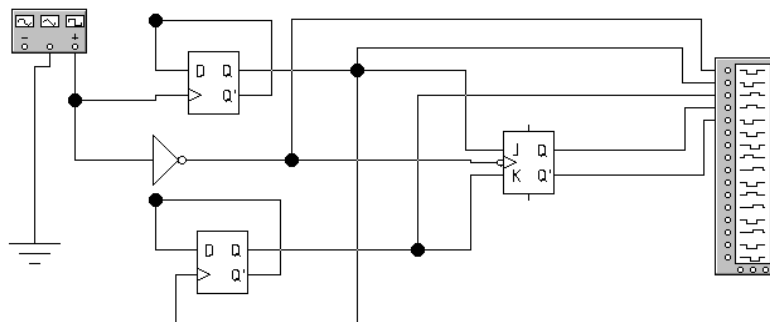

Fig. 9. Schema electrică pentru studierea bistabilului JK în regim dinamic de lucru.
5.3. Construiți schema prezentată în Fig. 9.